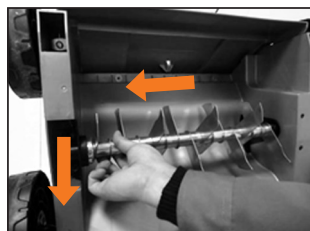

Рис. 17
2. Отведите вал в сторону и вытащите, как показано на рис. 17